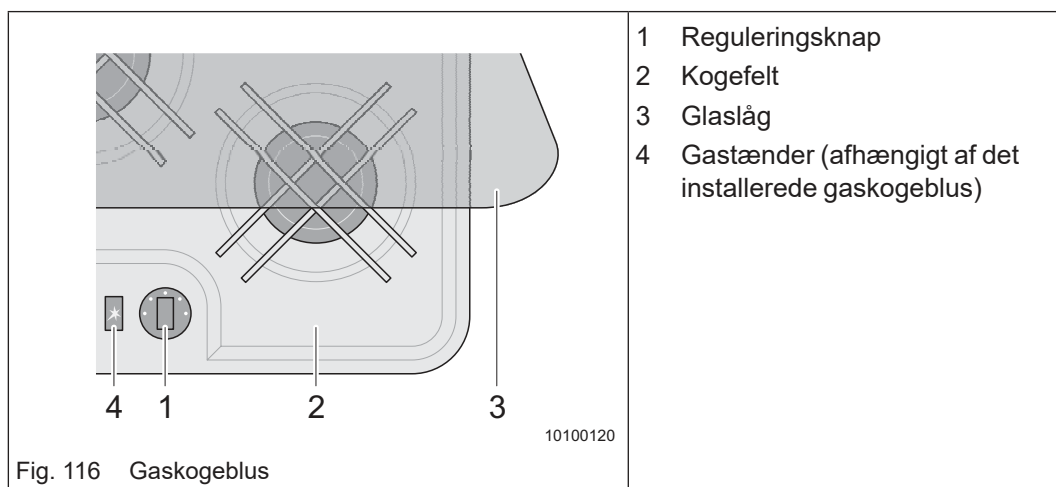

Fig. 116 Gaskogebus
- ➔ Klap glaslåget (Fig. 116/3) på kogefeltet (Fig. 116/2) op.
- ➔ Drej reguleringsknappen (Fig. 116/1) på det ønskede blus (Fig. 116/2) hen på „stor flamme“, tryk på den, og hold den nede.
- Tænd den udstrømmende gas vha. en egnet tændanordning, og mens du stadig holder reguleringsknappen (Fig. 116/1) nede i ca. 10 s, indtil tændsikringsventilen holder gastilførslen åben.
- Piezo-gastænder: Hver gang du trykker på tasten (Fig. 116/4) dannes en gnist, så gassen tændes.
- El-gastænder: Når du trykker på tasten (Fig. 116/4) dannes gnister, så længe tasten holdes nede.
- Indstil den ønskede brændereffekt ved hjælp af reguleringsknappen (Fig. 116/1).